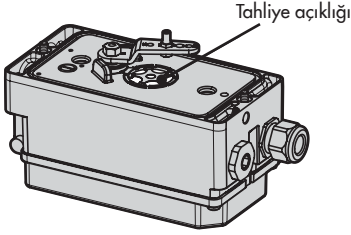

Fig. 5-1: Tahliye açıklığı
- Cihaz sahada kurulduğunda tahliye açıklığını (bkz. Fig. 5-1) kapatmayın ve kısıtlamayın.